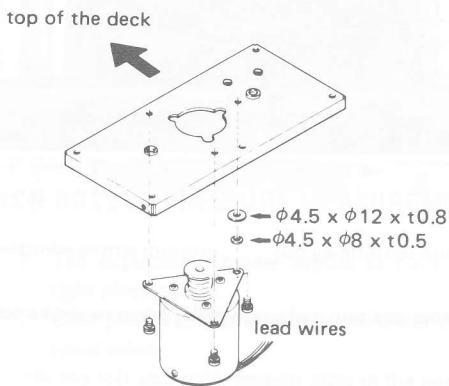

Fig. 2-1 Capstan motor replacement
- キャブスタン・モータを交換する場合は、図2-1の矢印が示すワッシャの取付け位置に注意すること。